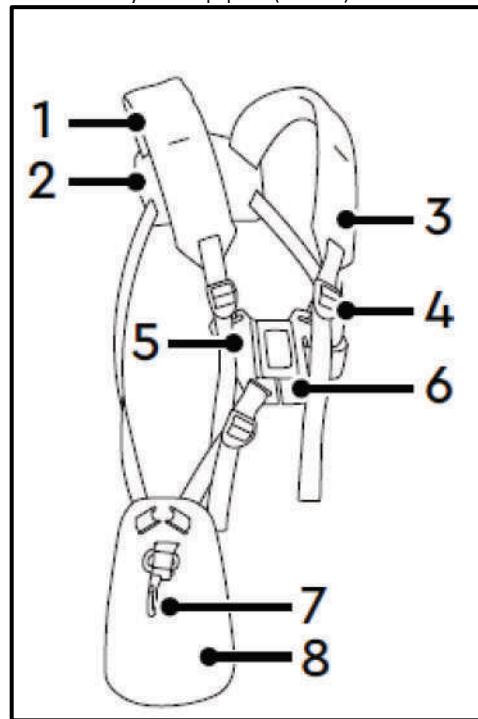
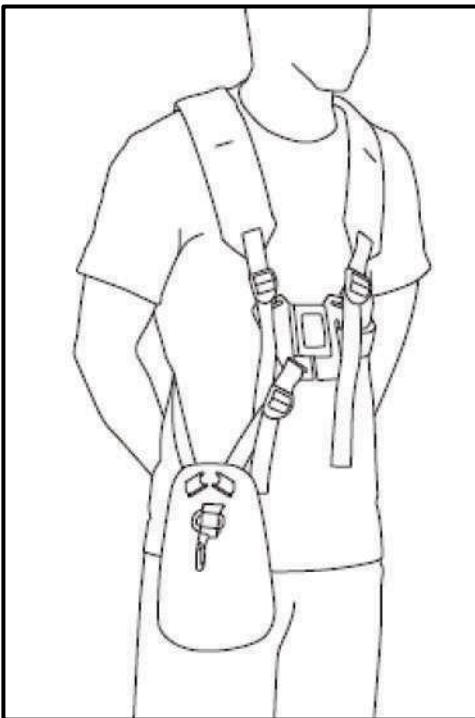

Рис. 27
Рис. 28
- Вдягніть на праве плече наплічник (1) із захисним щитком (8), на ліве плече – наплічник (3) (Рис. 27). З'єднувальна пластина (2) ременя повинна знаходитися на спині (Рис. 27). Карабін (7) та захисний щиток (8) повинні знаходитися на правому стегні.
- З'єднайте та зчепіть застібки (5) та (6) (Рис. 27). Правильно одягнутий ремінь зображенено на Рис. 28.
- Підтягуванням та відпусканням ременевої стрічки в місцях її фіксації (4) відрегулюйте плечові ремені так, щоб усі частини ременів прилягали до тіла і Вам було комфортно (Рис. 27).